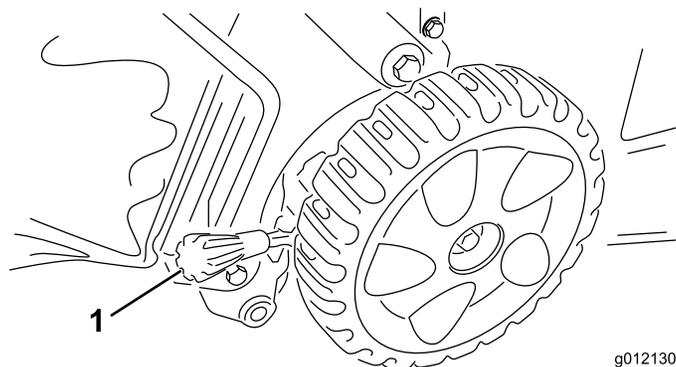

Figura 9
**Nota:** Para elevar el cortacésped, mueva la palanca de altura de corte hacia adelante; para bajar el cortacésped, mueva la palanca de altura de corte hacia atrás (Figura 9).